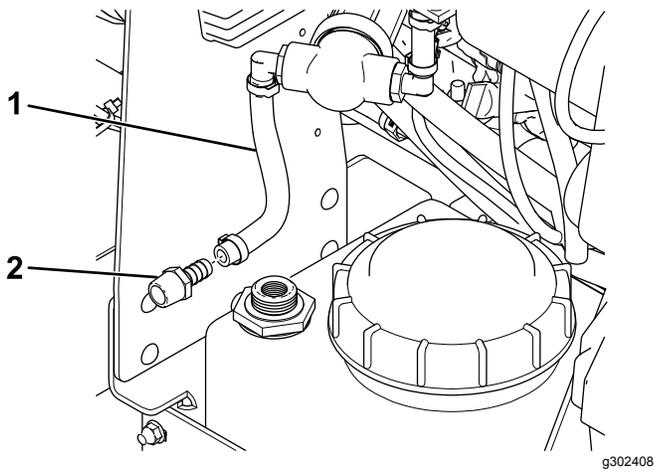

Bild 7
1. Trennen Sie den Pumpenschlauch vom Anschlussstück am Tank (**Bild 7**).
2. Trennen Sie das Schlauch-Anschlussstück vom Tank und entsorgen Sie dieses (Bild 7).